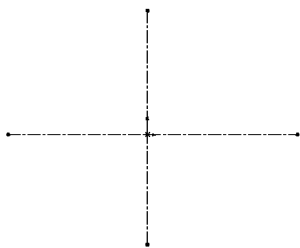

图 2-40 绘制两条中心线
STEP 2 单击“草图”工具栏中的“中心线”按钮，捕捉草绘原点绘制两条水平与垂直的中心线，如图 2-40 所示。